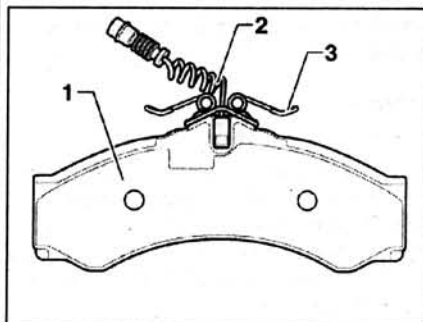

Рис. 7.23. С помощью отвертки осторожно установите индикатор износа 2 в тормозную колодку 1 до упора, затем установите фиксатор 3 на тормозную колодку 1.
7. С помощью отвертки осторожно установите индикатор износа 2 в тормозную колодку 1 до упора, затем установите фиксатор 3 на тормозную колодку 1 (рис. 7.23).